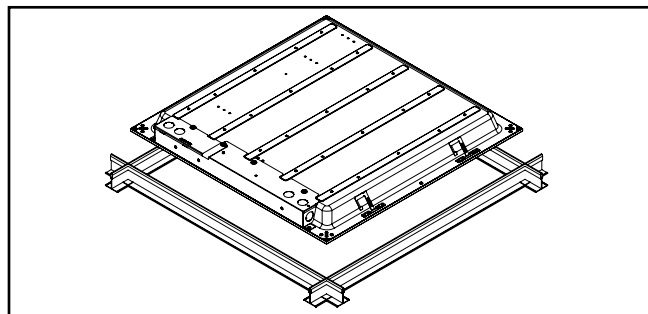

Figure 3.
3. Passez le luminaire dans la grille à un angle de 45 degrés puis déposez-la sur la grille (Fig. 3).